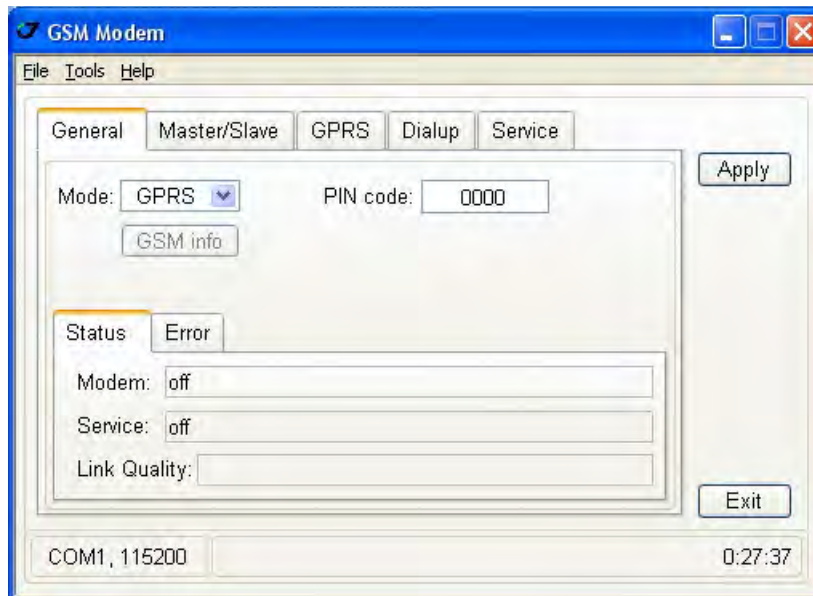

Рисунок 19. Закладка General
1. В закладке *General* установите следующие параметры (Табл. 12) и нажмите *Apply* (Рис. 19 на стр. 32). В данной закладке отображается статус модема, сервисный статус и возможные ошибки.